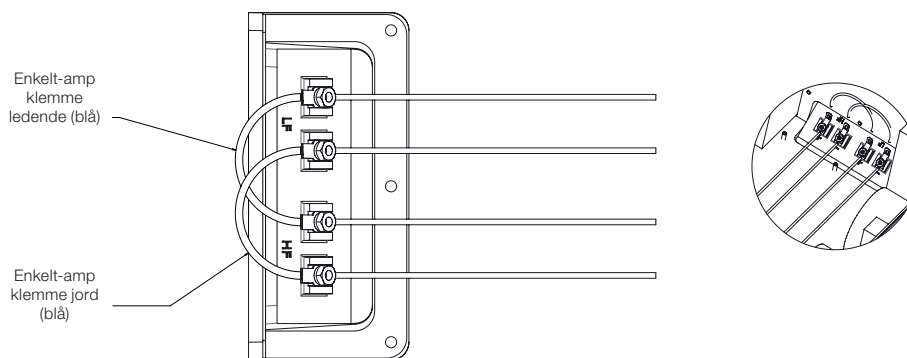

Fig. 10
4. Inden du installerer højttaleren, som skal være bi-wired eller bi-amplified, skal du fjerne de to blå klemmer, bi-amp klemme ledende og bi-amp klemme jord (fig. 10). De blå klemmer er placeret på terminalkoppen på indersiden af bagkabinettet. Tryk stikkene for klemmerne lige under der, hvor kablet er presset sammen til stikket for at frigive stiklåsen. Hvis dette ikke virker, skal du skubbe plastikhylsteret tilbage på kablet og trykke på låsemekanismen med en kuglepen eller et lille værktøj, mens du forsigtigt trækker i kablet.